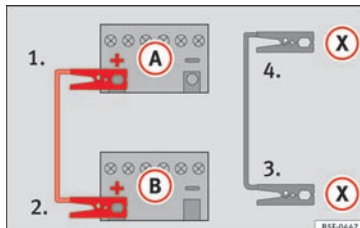

Fig. 134 Tilslutningsdiagram for biler med start-stop-system
- I biler **med start-stop-system** skal du tilslutte den ene ende af det **sorte** startkabel **(X)** til et egnet stelpunkt på karrosseriet, til en massiv metaldele, som er monteret på motorblokken, eller på selve motorblokken »» » **Fig. 134**.